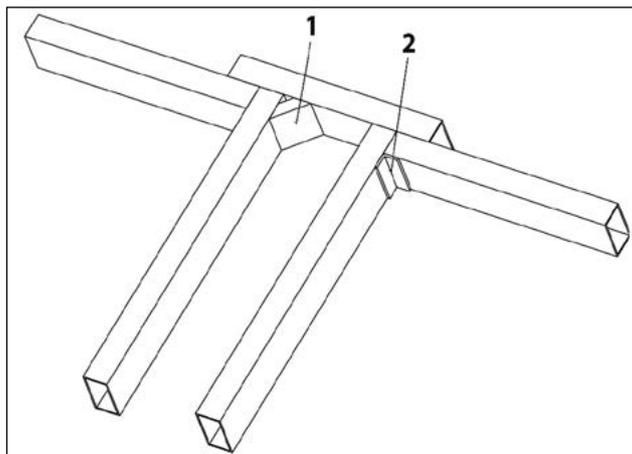

Figura 5-7-4
2. Adicione um tarugo cortado em ângulo [1] ou uma placa em forma de "L" [2] na junções das vigas horizontais e longitudinais para reforçar o chassi. Conforme mostrado na *Figura 5-7-4*.